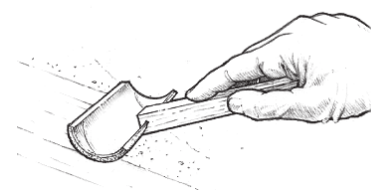

Figure 31 Couvrez la couche en roulant un rouleau en mousse sur de l'époxyde frais.
8. Couvrez le revêtement en tirant la brosse du rouleau en mousse doucement vers l'époxyde tout juste préparé avec des gestes longs, uniformes et superposant après l'application de chaque lot. Utilisez assez de pression pour défroisser mais pas trop pur ne pas éliminer le revêtement (Figure 31). Alternez le sens dans lequel chaque couche est posée, 1ère couche verticale, 2ème couche horizontale, 3ème couche en vertical, etc. Un 800 Roller Cover pourrait être coupé en segments pour faire une brosse ponctuelle.